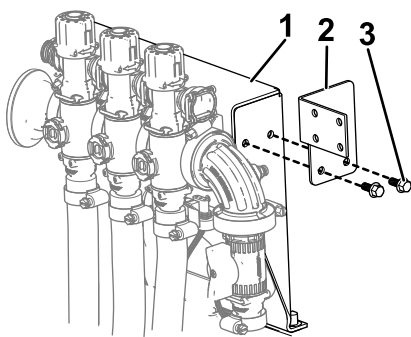

図 17
- 図 17に示すように、フランジヘッドボルト (1/4 x 5/8") 2本を使って、コントロールバルブブラケットをバルブマウントフレームに取り付ける。